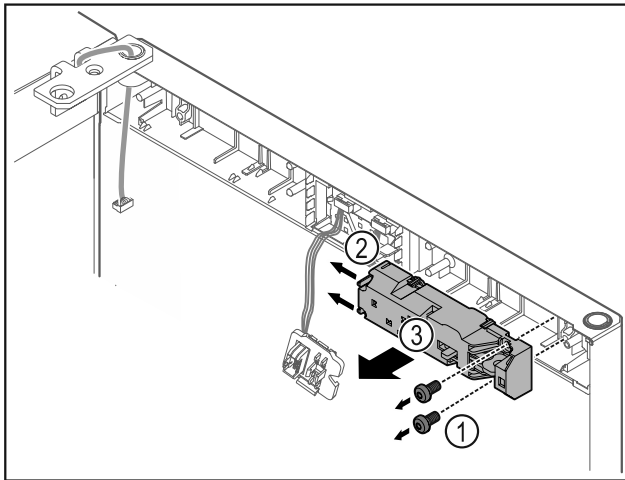

Fig. 20
- Hiqni vidat Fig. 20 (1).
- Shtyni anash gjuhëzat e kapjes Fig. 20 (2) dhe hiqni bravën me veprim distanca Fig. 20 (3).